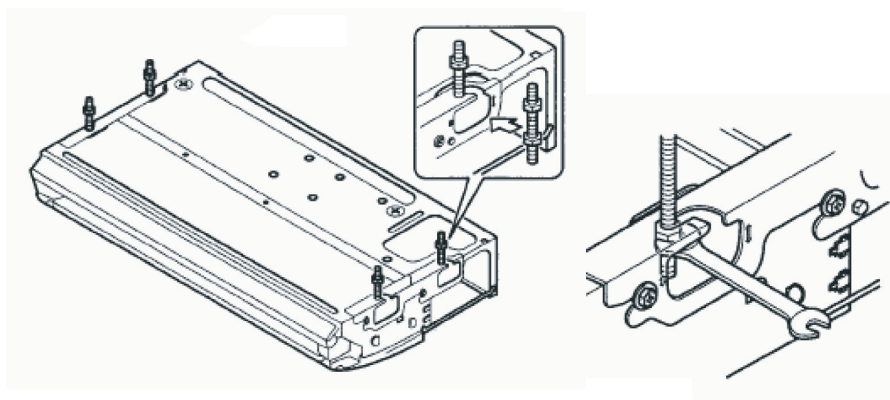

Рис. 10.14
10.3.10 Отрегулируйте положение блока поворотом гайки при помощи гаечного ключа (рис. 10.14).